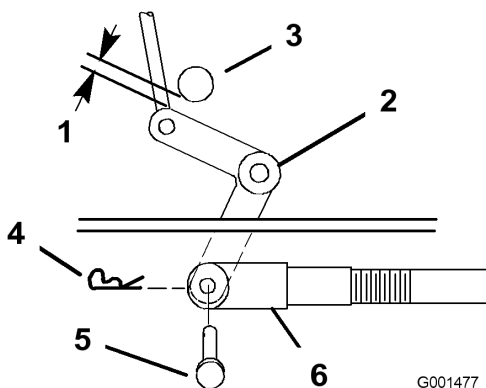

Figure 49
9. Vérifiez l'écartement entre l'axe coudé et l'arbre de sortie de transmission (Figure 49).
11. Tournez la chape dans le sens horaire sur la tige pour accroître l'écartement, et dans le sens anti-horaire pour le réduire (Figure 49).